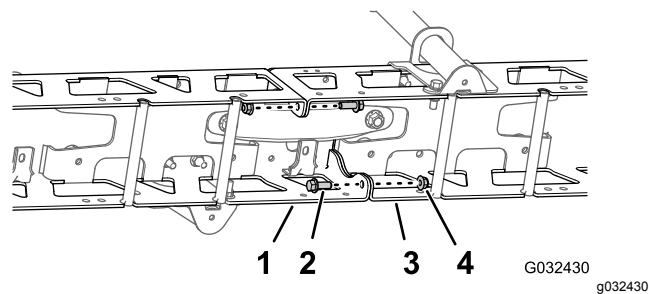

Bild 74
1. Entfernen Sie die zwei Bundkopfschrauben (3/8" x 1") und die zwei Sicherungsmutter (3/8"), mit denen die vertikalen Flansche des linken und rechten Trägerrahmens befestigt sind (Bild 74).